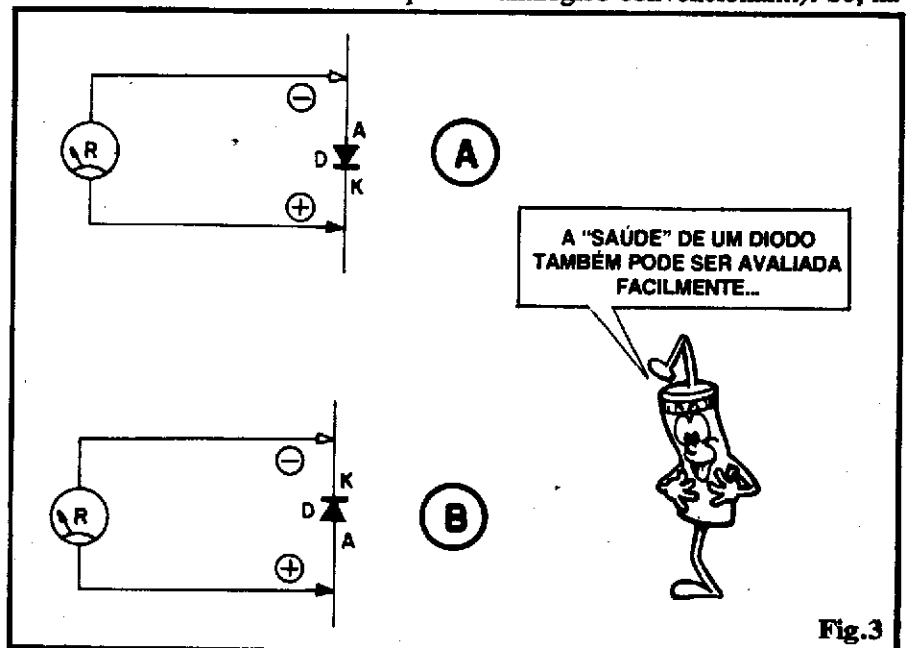

Fig.3
- FIG. 3 - Testando díodos comuns com o OHMÍMETRO - Queremos, a princípio, lembrar que LEDs, eletricamente falando, não passam de díodos, e assim tudo o que aqui for dito valerá também para os ditos Díodos Emissores de Luz... Um diodo (ou LED) bom, na condição exemplificada em 3-A (inversamente polarizado, com relação às pontas de prova do instrumento) deve apresentar um valor resistivo muito alto (normalmente indicado como "infinito", num OHMÍMETRO analógico convencional...). Se, na